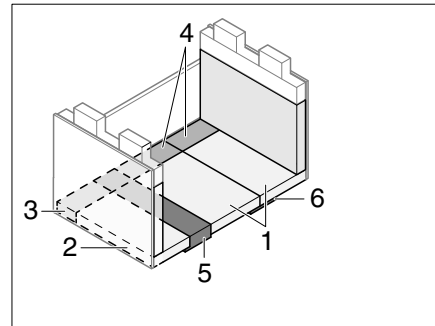

Fig. 209 Après la transformation
- Placer les coussins d'assise, de dossier et supplémentaire comme montré dans Fig. 209.
- ▷ Pour augmenter le confort de couchage, il est possible de retirer l'élément supplémentaire du coussin de dossier (Fig. 209,2).